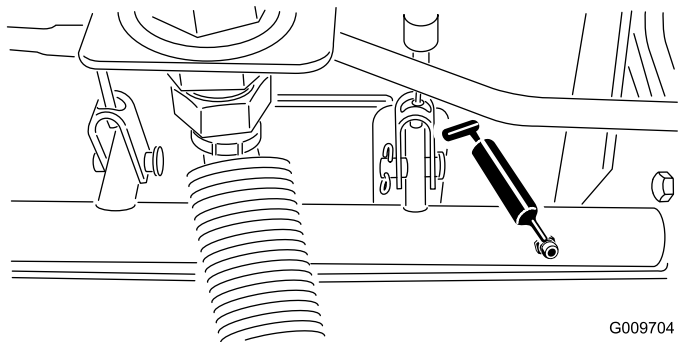

図 36
- 図 36に示す、ブレーキシャフトのピボットのベアリング5ヶ所